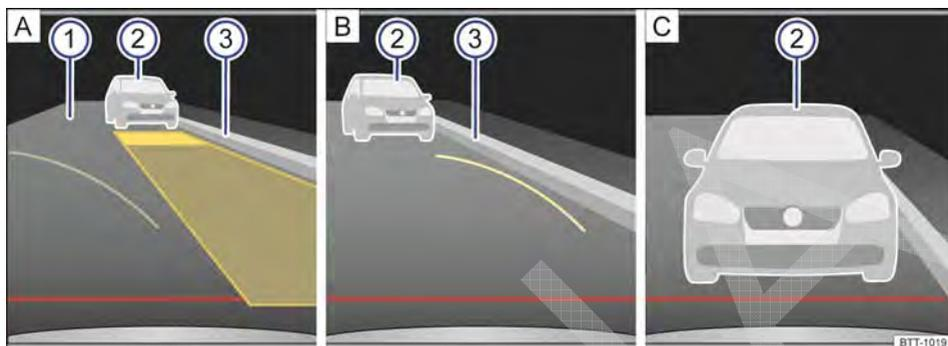

Fig. 181 Exibição do display do sistema Infotainment:: câmera de marcha a ré, modo 2.
Legenda para Fig. 181:
4. Tocar na superfície de função ❷ do modo 2 no display do sistema de navegação ou rádio. Ao trocar para o modo 2, são exibidas as guias de orientação e as superfícies de auxílio nos dois lados ao longo da pista.
6. Se necessário, corrigir a posição o veículo, de modo que a superfície de auxílio amarela exibida coincida com a limitação lateral ❸ da vaga selecionada (por exemplo, meio-fio) e termine antes de uma limitação traseira ❷, por exemplo, um veículo estacionado → Fig. 181 A.